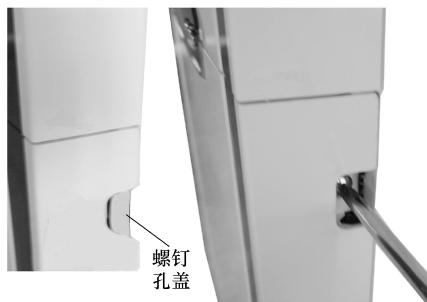

图 5-22 面板部件的拆卸
1) 下面板部件的拆卸。取下螺钉孔盖，将固定下面板部件左右螺钉松开，取下面板部件。面板部件的拆卸如图 5-22 所示。